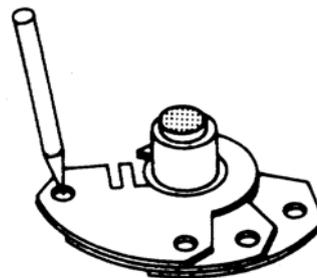

Рис. 3.4.2.2 а: Кулачковый диск состоит из 3 пластин
- Переведите сервопривод в требуемое положение, при этом отметьте направление вращения регулируемого кулачкового диска (рис. 3.4.2.2 в)!
- Отверните гайку 3 (рис. 3.4.2.2 в), при этом ограничительная гайка 4 не должна смещаться.